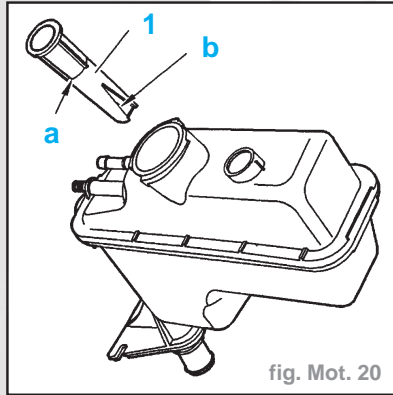

fig. Mot. 20
- Véhicules équipés d'une nourrice d'eau extérieure au radiateur : déposer l'indicateur de niveau (1) (fig. Mot. 20).
- Remplir lentement le cylindre de charge (1) de liquide de refroidissement, jusqu'au repère "1 litre" pour mettre le circuit sous pression.